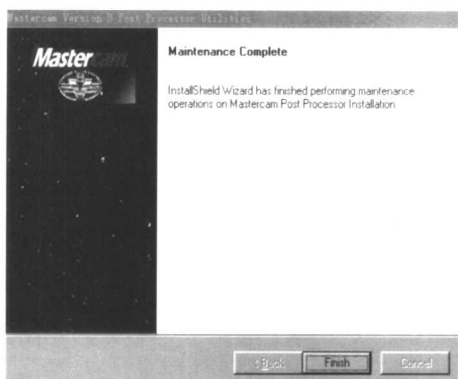

图 1-21
19) 如图 1-21 所示, 单击 **Finish**, 完成安装。